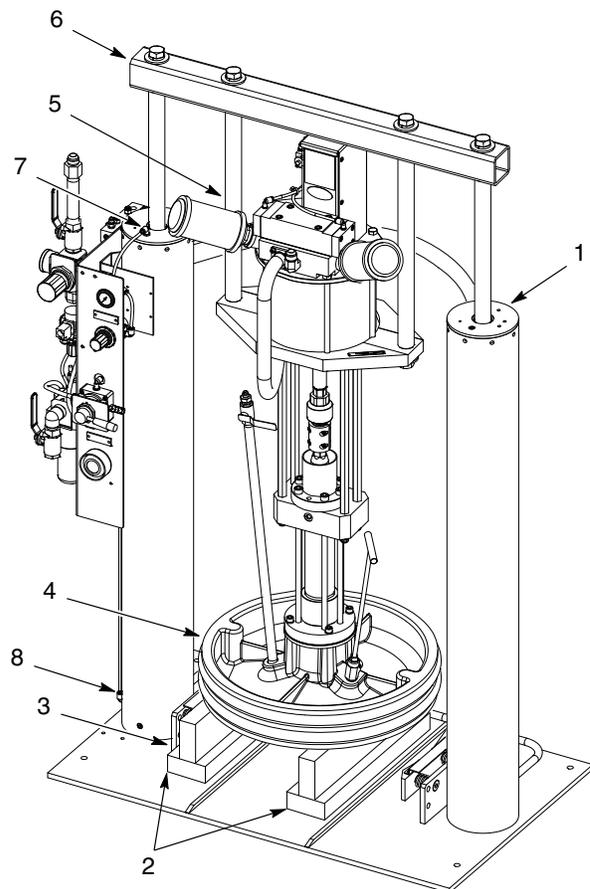

Figura 1 Bloqueo del plato seguidor
1. Ver la figura 1. Utilizar los bloques (2) para bloquear el plato seguidor (4) lo suficientemente alto como para evitar que entre en contacto con los calzos de retención del tambor (3). Asegurarse de que el plato seguidor/conjunto del motor de aire está asegurado para evitar elevaciones.
2. Extraer cualquier dispositivo o soporte que esté instalado en la parte superior de las culatas del cilindro (1), las varillas de montaje (5), y el traspaso (6).